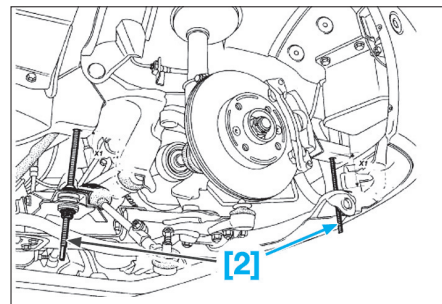

Fig. 25
- Déposer les vis de fixation du berceau et les remplacer au fur et à mesure par des tiges filetées appropriées [2], munies de contre-écrou en appui sur le berceau (Fig.25).